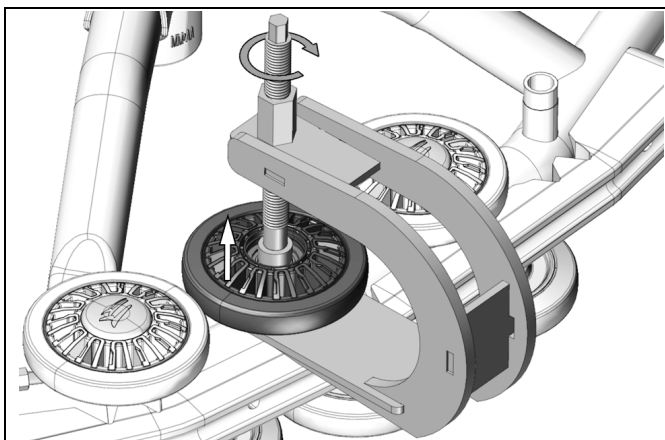

Figure 32
- Placer l'extracteur sous la roulette tel qu'illustré à la Figure 32 puis visser la tige filetée de celui-ci pour retirer la roulette.